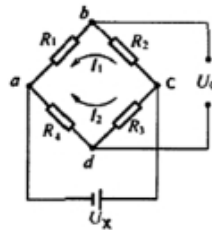
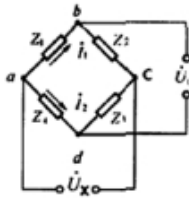

图 2
图 3
1、测试系统的组成框图如图所示,请将图中“传感...**2、常用的超声波探伤方法有哪些?各有什么特点?...****3、电桥是传感器的常用转换电路,请指出下图中哪...****4、电桥是传感器的常用转换电路,图1中 R_1 、 R_2 ...****5、电桥是传感器的常用转换电路,图中 R_1 、 R_2 、 R_a ...****6、电桥是传感器的常用转换电路,图中 R_1 、 R_2 、...****7、电桥是传感器的常用转换电路图中 R_1 、 R_2 、 R_3 ...****8、根据红外传感器测试系统框图(图2),给出图中A、...****9、根据下图简述利用PSD进行三角法测距的原理...****10、画出测试系统的组成框图,并说明各组成部分的...****11、画出霍尔钳形电流表的工作原理图,并简述其工...****12、激光干涉传感器的作用是测量长度,其基本原理...****13、螺管型电感传感器与变气隙型电感传感器各有...****14、请画出两种霍尔元件的驱动电路,简述其优缺点...****15、如图所示电路, R_1 、 R_2 、 R_3 、 R_4 为同一类型金属应变片...****16、如图所示是PSD光学三角法测距系统的工作原...****17、如图所示是超声波液位计的原理图,简述其工作...****18、如图所示是带有等位环的平板电容器结构原理...****19、如图所示是两种光电转速传感器的工作原理图...****20、什么是传感器?画出其组成框图并介绍各环节的...****21、图为热释电红外传感器的结构图,给出图中A、...****22、图为热释电红外传感器的结构图,给出图中A、B...****23、图为虚拟仪器及传统仪器构成元素的对比框图...****24、以下是红外传感器测试系统框图,请给出图中...****25、以下是霍尔钳形电流表的工作原理图,请标出图...****26、以下是两种霍尔元件的驱动电路图,请指出哪...****27、影响测试系统正常工作的干扰有哪些?如何防护...****28、用K型热电偶测量温度,已知冷端温度...****29、用涡流传感器测量金属板厚度时需不需要恒温...****30、由安培定律可知,在载流导体周围会产生一正比...****31、在图所示的交流电桥电路中,****32、在图所示的交流电桥电路中, Z_1 、 Z_2 、 Z_3 、 Z_4 为交流电...****33、粘贴到试件上的电阻应变片,环境温度变化会引...****34、只要磁通量发生变化,就有感应电动势产生,说出...**
答案：(1) 图 2 是直流电桥，图 3 是交流电桥。
(2) 直流电桥的平衡条件是： $R_1 R_3 = R_2 R_4$
(3) 交流电桥的平衡条件是：